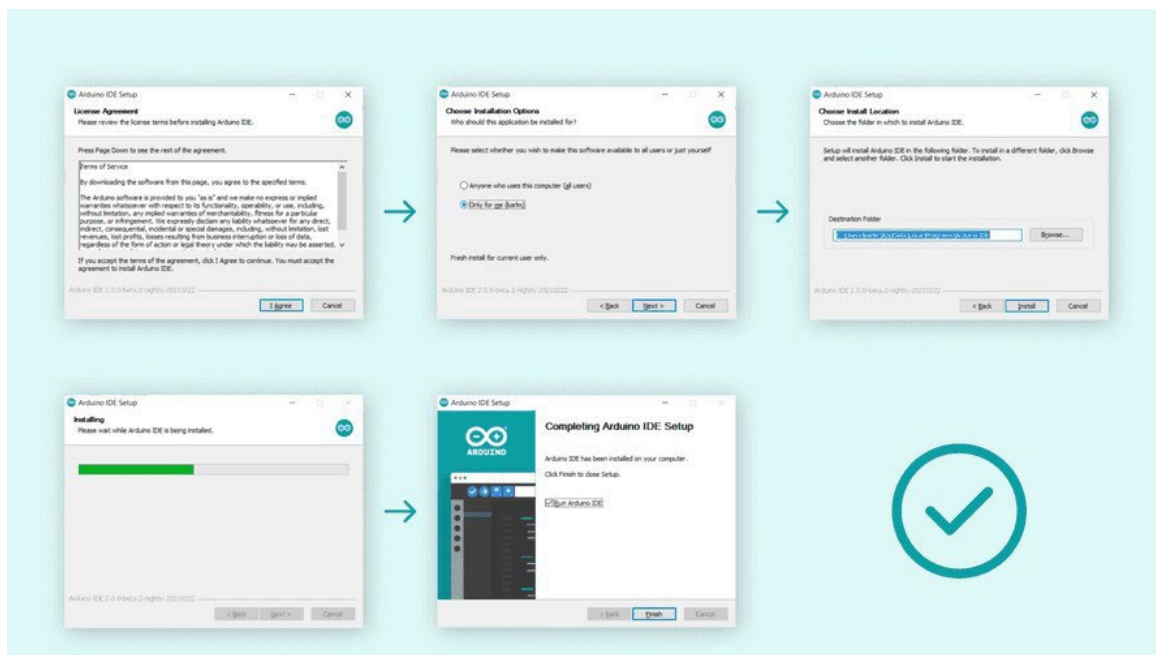

Рисунок 2. Этапы установки Arduino IDE
2. Запустите установку и следуйте подсказкам мастера установки (рис. 2).